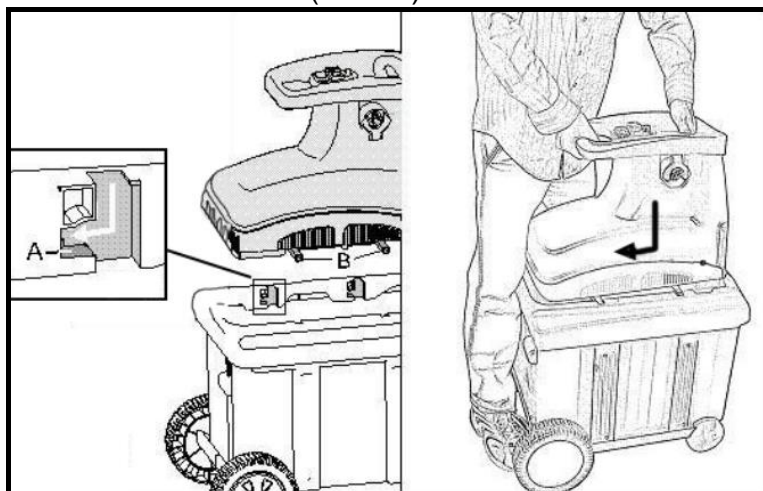

Fig. 8
7. Levante-se e coloque as mãos conforme apresentado na Fig.8. Coloque a unidade do motor na estrutura da base colocando quatro suportes protuberantes da unidade do motor nas ranhuras (Item A) da estrutura da base